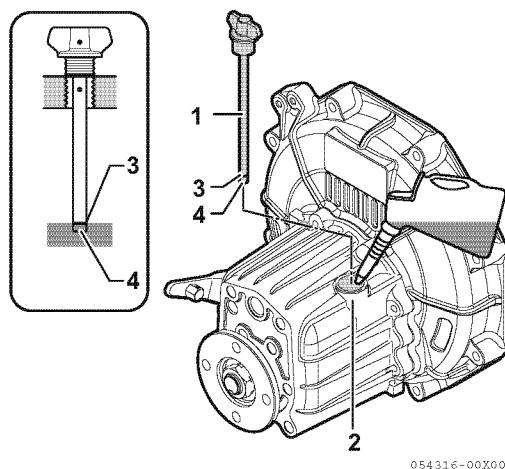

Figure 7
1. Assurez-vous que le moteur est hors tension. Assurez-vous que le moteur est positionné sur une surface aussi plane que possible et nettoyez la zone autour de l'orifice de remplissage de l'engrenage marin (Figure 7, (2)).
3. Retirez la jauge (Figure 7, (1)) et nettoyez-la avec un chiffon propre.
4. Réinsérez la jauge sans la visser. Voir l'illustration (Figure 7).
5. Retirez la jauge. Le niveau d'huile doit se situer entre les lignes supérieure (Figure 7, (3)) et inférieure (Figure 7, (4)) de la jauge.
3. Remplissez avec de l'huile jusqu'à la limite supérieure de la jauge (Figure 7, (3)). Reportez-vous aux spécifications sur l'huile pour engrenage marin à la page 29.